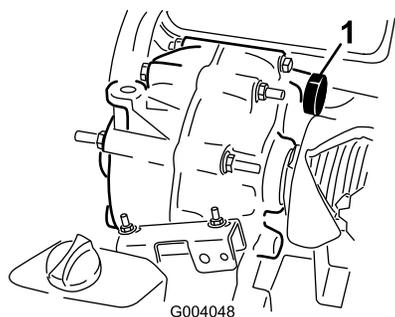

Figure 47
7. Versez par le trou du bouchon de remplissage du réservoir (Figure 47) environ 1,4 litre du liquide spécifié ou la quantité de liquide nécessaire